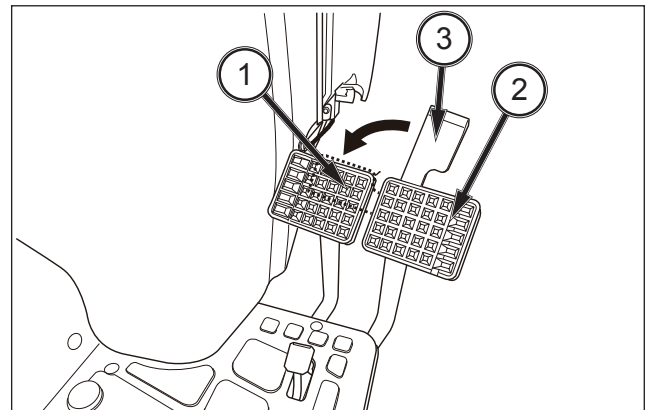

ABB. 45
ABB. 45: Das innere Bremspedal (1) und das äußere Bremspedal (2) wirkt jeweils unabhängig auf die Bremsen für das linke und rechte Rad, um Kurvenfahrten zu erleichtern. Bei Straßenfahrten oder beim Betrieb in hoher Geschwindigkeit müssen die Bremspedale mit einer Verzahnungsplatte (3) verbunden werden.